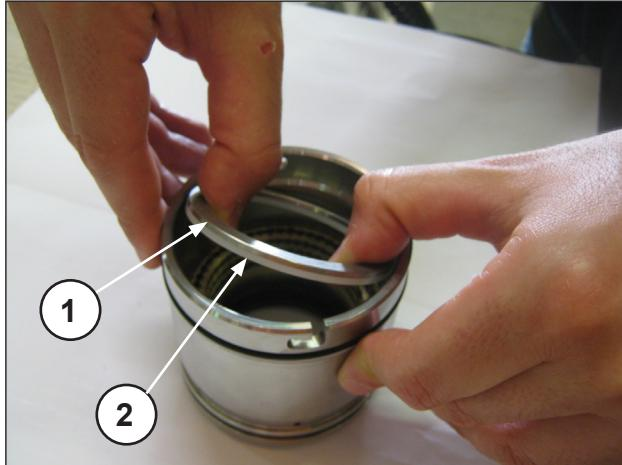
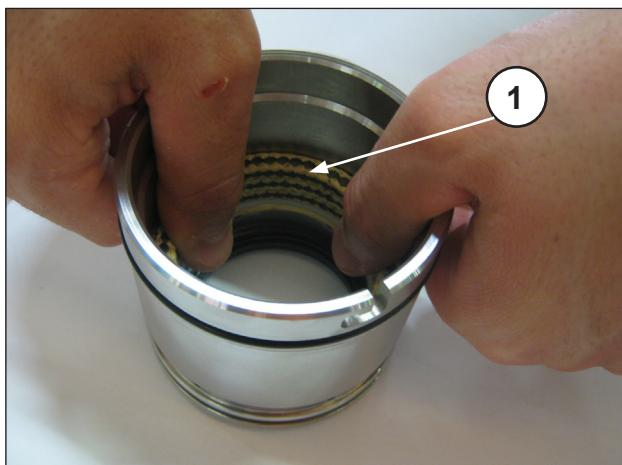

Fig. 162
Fig. 163
Separe o suporte das juntas da camisa, retire o anel para mola e o anel de raspagem (pos. ①②, Fig. 162) para ter acesso às juntas de pressão (pos. ①, Fig. 163).